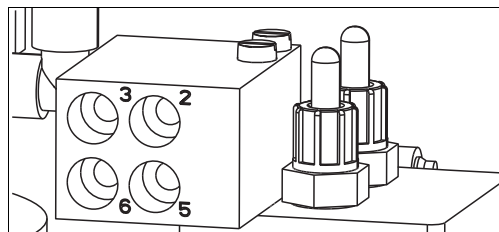

Рис. 12: Пневматический клеммный блок
2. Подключите шланги сжатого воздуха к соответствующим фитингам. См. также идентичные номера, выгравированные непосредственно на соответствующем входе (или выходе) клеммного блока (Рис. 12).